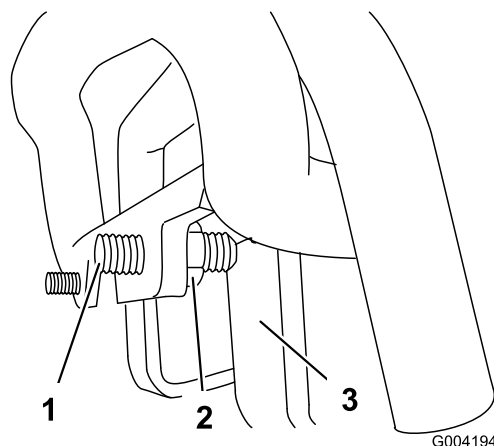

Figura 57
3. Se il trattore devia verso **sinistra**, allentare il controdado **destra** e regolare la vite di registro sulla parte anteriore del comando della trazione (Figura 57).
4. Se il trattore devia verso **destra**, allentare il controdado **sinistro** e regolare la vite di registro sulla parte anteriore del comando della trazione (Figura 57).